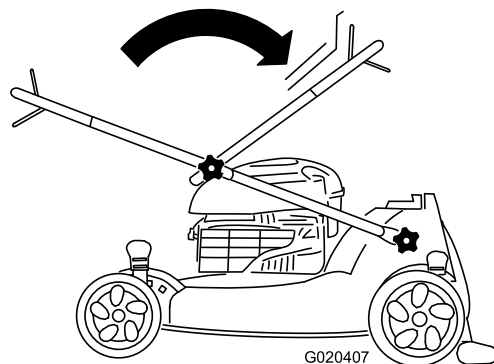
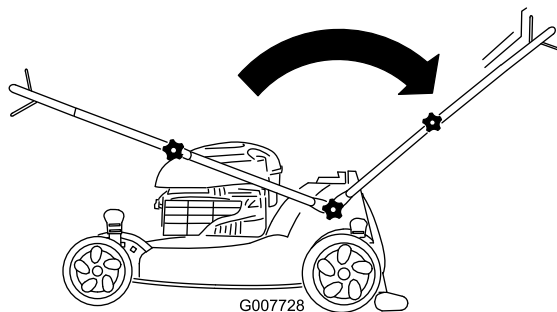

Figura 3
Figura 4
1. Aprite la stegola come illustrato in Figura 3 e Figura 4.